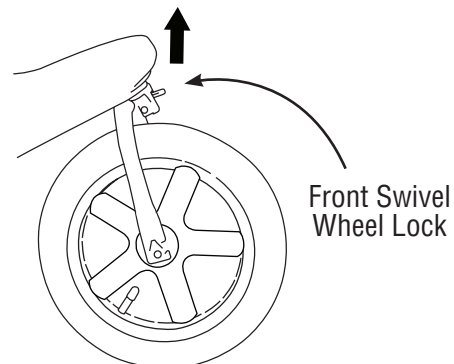

Fig. 10
- **LOCK THE FRONT SWIVEL WHEEL BY PUSHING UPWARD ON THE FRONT SWIVEL WHEEL LOCK PUTTING THE FRONT WHEEL INTO A STRAIGHT POSITION. (Fig. 10)**